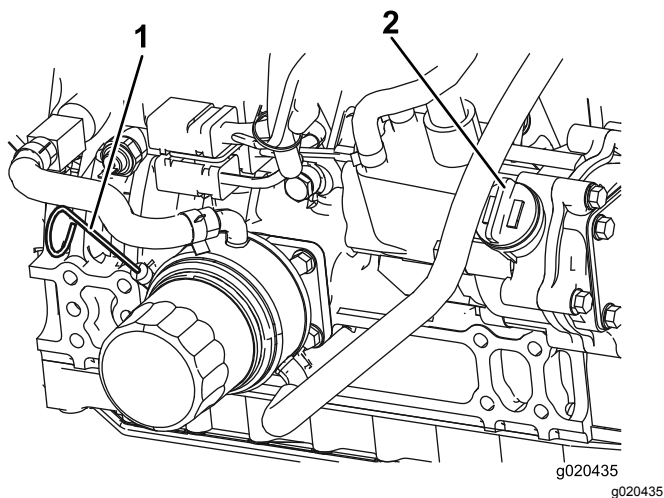

Рисунок 73
3. Извлеките масломерный щуп, протрите его, вставьте в трубку и снова извлеките. Уровень масла должен доходить до отметки Full (Полный) (Рисунок 73).
4. Если масло ниже метки Full (Полный), снимите крышку маслозаливной горловины (Рисунок 73) и добавляйте масло до тех пор, пока его уровень не достигнет метки Full (Полный). **Не допускайте переполнения.**